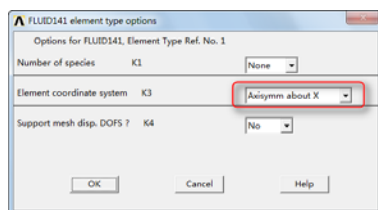

图 8-7 “FLUID141 element type options” 对话框
④单击“Element Types”对话框中的“Options”按钮，出现“FLUID141 element type options”对话框，在“Element coordinate system K3”下拉框中选择“Axisymm about X”，其余选项均选默认设置，如图 8-7 所示，单击“OK”按钮关闭该对话框。
⑤单击“Close”按钮，关闭“Element Types”对话框。